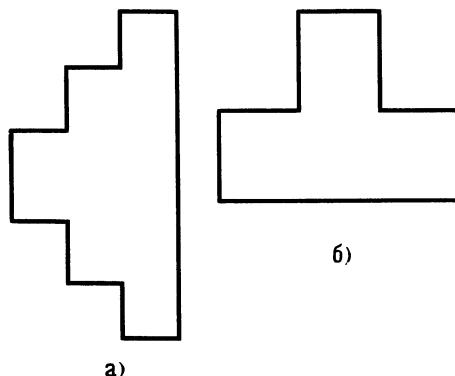

Рис. 26. К задаче 35
35. Одним резом каждую фигуру превратите в квадрат (резать следует, наметив линию карандашом, рис. 26, а и б).
35. Горизонтальный рез, симметричный — см. рис. 26, а. Один вертикальный рез — см. рис. 26, б.